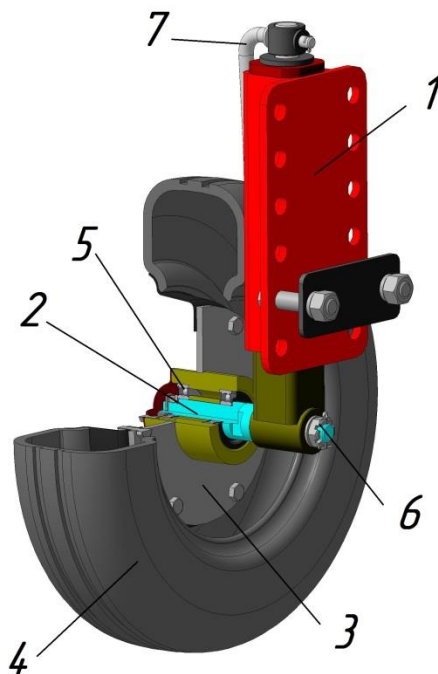

Рисунок 6 – Колесо опорное
3.5 Опорные колеса (рисунок 6) обеспечивают возможность передвижения машины в процессе работы и копировку рельефа почвы. Для изменения высоты скашивания ботвы предусмотрен механизм регулировки высоты колёс.